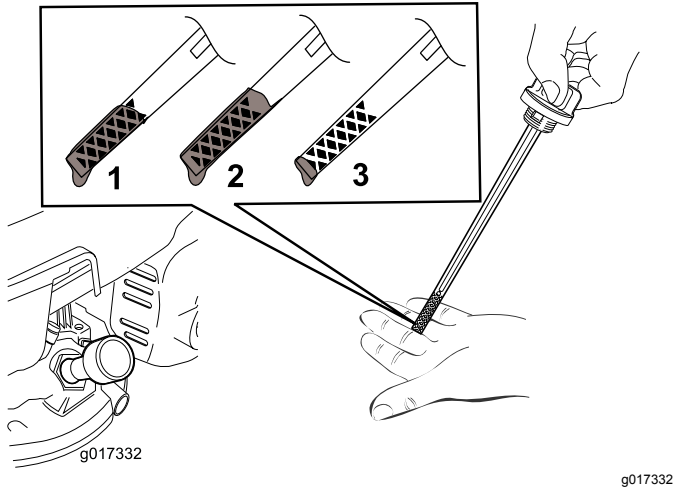

图6
2. 拆下量油尺 (图6)。
注意 向发动机曲轴箱添加机油直到量油尺显示机油油位达到 图6 中所示的正确位置。如果发动机加注机油过多则需要按照 更换机油 (页码 12) 的说明去除多余机油。